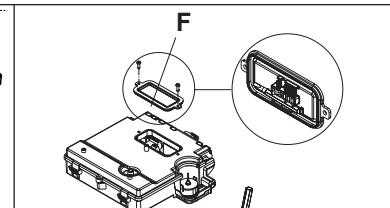
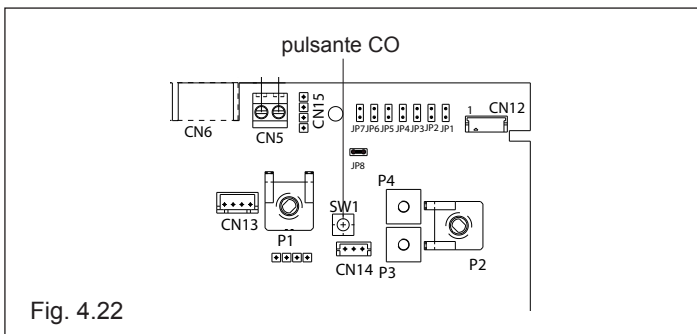

Fig. 4.18
Fig. 4.22
- desenroscar los tornillos de fijación de la tapa (F) para acceder a la regleta de conexión (fig. 4.18)
Modo B) visualizar en la pantalla el valor configurado: icono  presente durante la regulación del máximo absoluto/sanitario. utilizando el destornillador suministrado en dotación (fig. 4.18), presionar el pulsador CO (fig. 4.22). El valor se confirma y los tres led se encienden fijos por aproximadamente 4 seg. Cuando los led vuelven a parpadear, se puede pasar a la regulación del parámetro siguiente.
Utilizando el destornillador suministrado en dotación, presionar el pulsador CO (fig. 4.22). El valor se confirma y los tres led se encienden fijos por aproximadamente 4 seg. Cuando los led vuelven a parpadear, se puede pasar a la regulación del parámetro siguiente.
Modo B) visualizar en la pantalla el valor configurado: icono **P** durante la regulación de encendido lento utilizando el destornillador suministrado en dotación, presionar el pulsador CO (fig. 4.22). El valor se confirma y los tres led se encienden fijos por aproximadamente 4 seg. Cuando los led vuelven a parpadear, se puede pasar a la regulación del parámetro siguiente.
- Presionar una vez el pulsador "CO" (fig. 4.22)
Utilizando el destornillador suministrado en dotación, confirmar el valor configurado presionando el pulsador CO (fig. 4.22); los leds verde y rojo se encienden fijos por aproximadamente 4 segundos y la leyenda **ADJ** se enciende en el visualizador, cuando está presente, hasta finalizar el procedimiento. Terminar el procedimiento desconectando el jumper JP1 para memorizar los valores configurados anteriormente